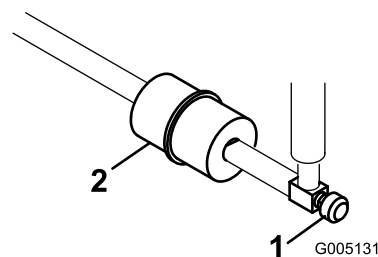

Figura 45
El tubo de combustible lleva incorporado un filtro en línea entre el depósito de combustible y el carburador (Figura 45). Asegúrese de que la flecha del filtro apunta hacia el carburador.
1. Cierre la válvula de cierre de combustible, afloje la abrazadera en el lado del carburador del filtro y retire el tubo de combustible del filtro (Figura 45).
2. Coloque un recipiente debajo del filtro, afloje la otra abrazadera y retire el filtro (Figura 45).